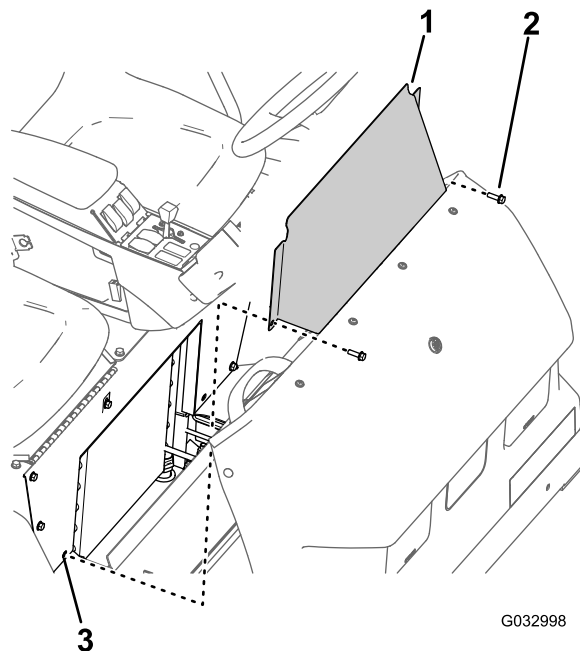

Figura 61
- Retire los 2 pernos con arandela prensada que sujetan el panel de acceso de la base del asiento a la base del asiento (Figura 61).
- Retire el panel de acceso de la base del asiento de la máquina (Figura 61).
- Alinee los taladros del panel de acceso de la base del asiento con los taladros de la base del asiento (Figura 61).
- Monte el panel de acceso de la base del asiento en la base del asiento con los dos pernos con arandela prensada (Figura 61) que retiró en el paso 1 de Retirada del panel de acceso de la base del asiento \(página 54\).